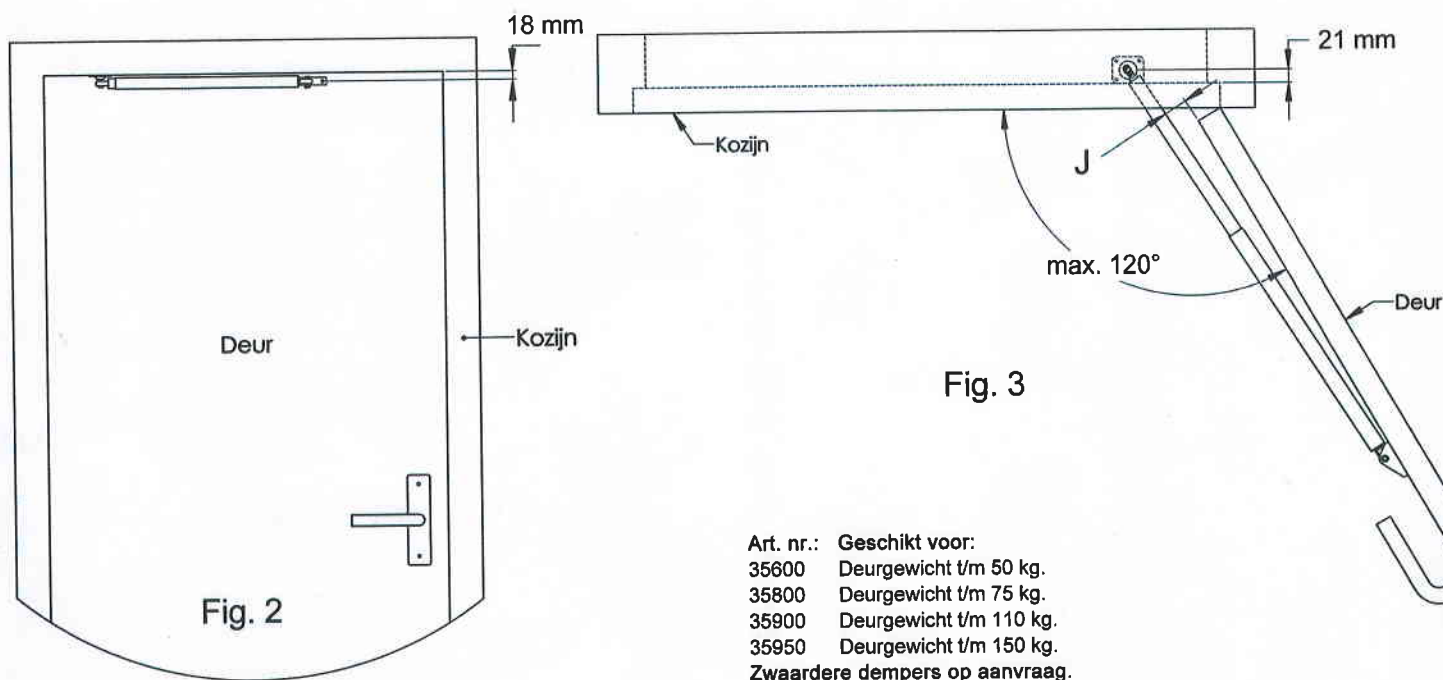

Fig. 3
1. Bevestig de afdekkap (L) aan de beschermbuis (K) en plaats deze over de zuigerstang (D).
2. Draai de schroefogen (A) voor horizontale deuren aan de uiteinden van de demper (C en D) **en borg deze met een druppel lijk**
4. Controleer of de deur maximaal 120° geopend van worden, (fig 3) zodat uitgesloten wordt dat de deur na montage van de demper bij een storm of rukwind niet beschadigd kan worden door een achterliggend opstakel.
6. Breng nu de demper in de juiste richting naar boven in de dag en op de deur en bepaal vervolgens de maat (J) op minimaal 40 mm.
7. Teken vervolgens de gaten van de bevestigingsplaat (E) af, en bevestig deze met 4 schroeven (rond. 4 x 30 mm.) aan het kozijn.
10. Voorzie de draaidelen van een beetje vet en bevestig de demper aan de deur en het kozijn en borg deze met de bijgeleverde clips (H)
13. Opmerking: Als achteraf blijkt dat de deur toch nog tegen een achterliggend opstakel komt, is dit eenvoudig op te lossen door de bevestigingssteun (F) (fig. 3) te demonteren en vervolgens te verplaatsen.